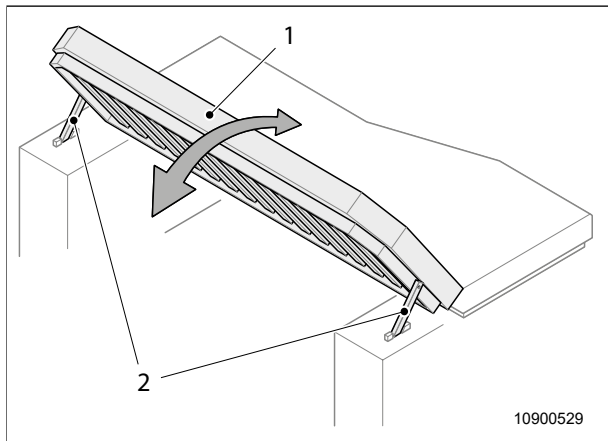
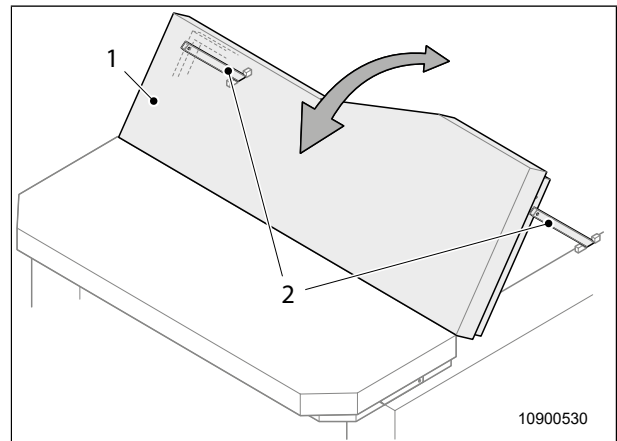

Fig. 33 Función Lounge 1
Fig. 34 Función Lounge 2
1. Plegar el marco de cama (Fig. 33, pos. 1 ó Fig. 34, pos. 1) deseado de la cama doble hacia arriba.
2. Desplegar los apoyos (Fig. 33, pos. 2) hacia arriba y fijarlos.
1. Plegar los apoyos (Fig. 33, pos. 2) hacia dentro.
2. Plegar el marco de cama (Fig. 33, pos. 1 ó Fig. 34, pos. 1) de la cama doble a la posición original.